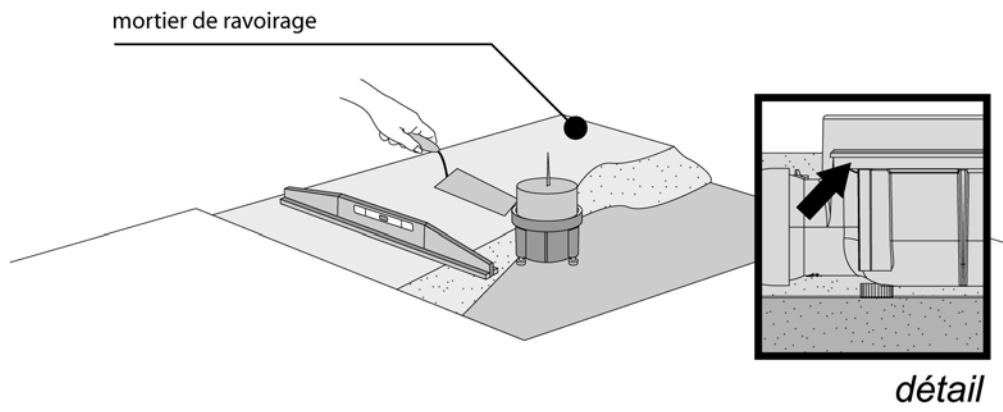

Figure 5 – Remplissage avec mortier de ravaillage
- Comblent la réservation à l'aide du mortier de ravaillage de type D conformément à la norme NF DTU 52.1 (P 61-202) jusqu'à atteindre la collerette, à 22 mm en dessous du bord supérieur du corps du siphon, en veillant à ce que l'ensemble « corps du siphon - canalisation » ne se déplace pas (cf. figure 5). La tolérance de planéité acceptée sur l'ouvrage fini est de 2 mm sous la règle de 20 cm.